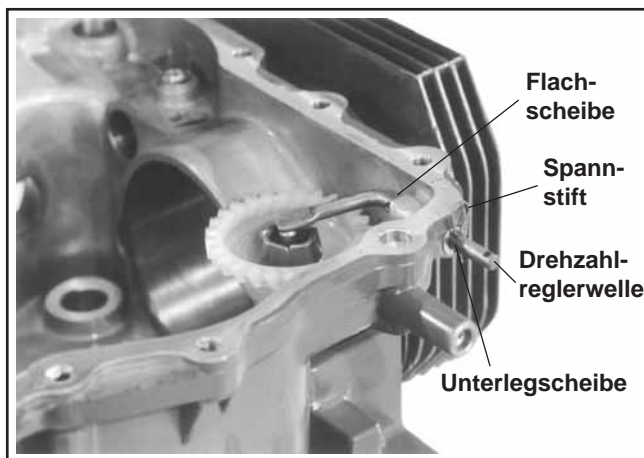

Abbildung 11-3. Welle montieren.
4. Montieren Sie eine Flachscheibe an der Welle und schieben Sie die Welle (von der Innenseite des Kurbelgehäuses) durch Kurbelgehäuse und Simmerring. Siehe Abbildung 11-3.